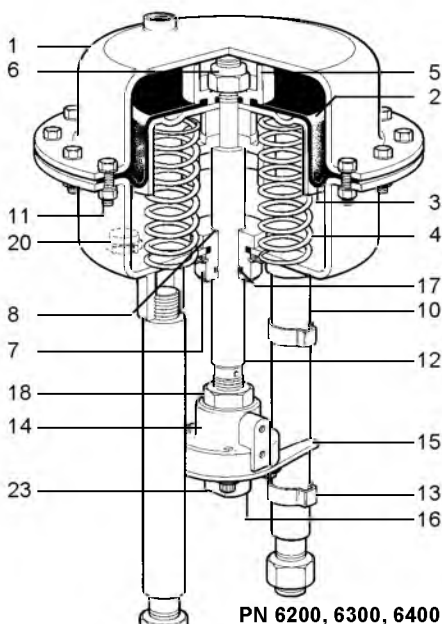

Рис. 12
6.1.1 Диафрагма - как установить (см. Рис.12). Снимите привод с клапана, как описано в разделе 4.1. Снимите крышку (1). См. раздел 4.2. Удалите пружину(ы). Завинтите гайку (18) в соединитель (14). Придерживая соединитель привода при помощи двух гаечных ключей, чтобы не допустить вращения стержня привода, ослабьте и снимите гайку (6), а также прокладку. Снимите зажим диафрагмы(5) распорную шайбу (21), а на приводах с одной пружиной PN5100/PN6100 шайбу крепления пружины (22). Снимите поршень (3), диафрагму (2) и 'О'-образное кольцо (24). Установите новое кольцо и диафрагму, следя, чтобы край диафрагмы правильно вошел в канавку зажима (5) (См. Рис. 9). Все остальные части установите в обратном порядке, заменив волокняную прокладку и гайку. Установите крышку (1) и равномерно затяните болты. Крутящие моменты см. в Таблице 2.
6.1.2 Комплект пружин - как установить (См. Рис. 12) Снимите привод с клапана, как описано в разделе 4.1. Снимите верх коробки клапана (1). См. раздел 4.2. Удалите пружину(ы). Установите новую пружины(ы), верх коробки клапана и равномерно затяните болты. (Крутящие моменты см. Таблица 2).